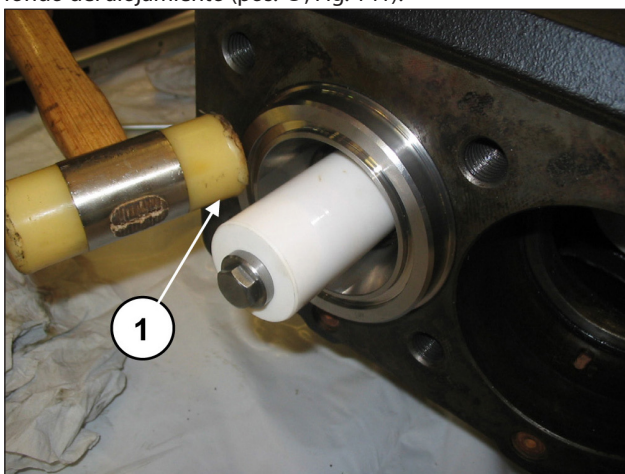

Fig. 141
Comprobar que el bloque camisa-soporte haga tope en el fondo del alojamiento (pos. ①, Fig. 141).